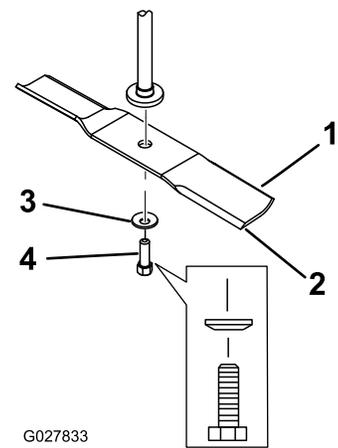

Рисунок 64
2. Отверните болт ножа, снимите изогнутую шайбу и нож с вала шпинделя (Рисунок 64).
- Установите нож на шпindel (Рисунок 64).
- Установите изогнутую шайбу (чашеобразной стороной в сторону ножа) и болт ножа (Рисунок 64).